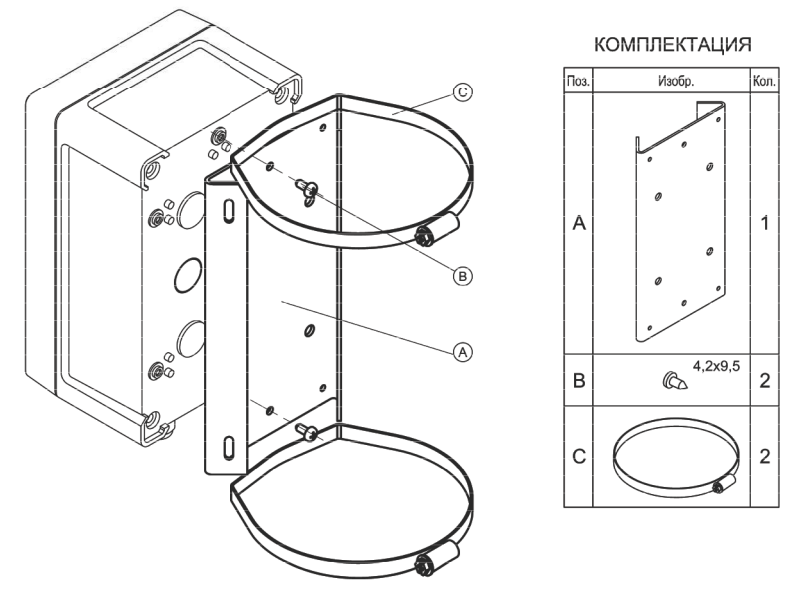

Рис.4 Монтаж блока питания на кронштейн КС-1
- Кронштейн КС-1 для крепления блока питания БПУ-2-220VAC-24VDC/2,0A на опоры \emptyset ; \square =115÷135мм (другой размер – под заказ). Монтаж кронштейна см. рис.4.